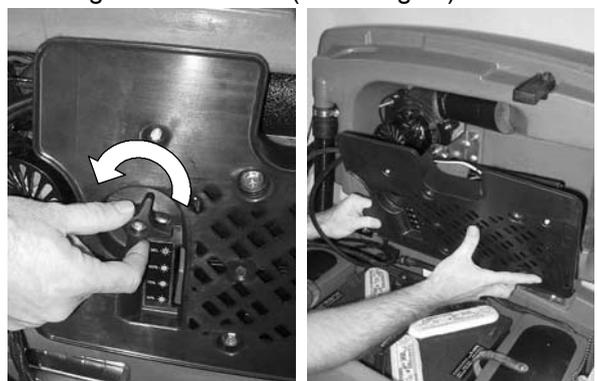

ABB. 35
- Entfernen Sie den Knopf, mit dem die Montageabdeckung des Ladegeräts befestigt ist, und entfernen Sie die Abdeckung, um Zugang zum Ladegerät zu erhalten (Abbildung 35).